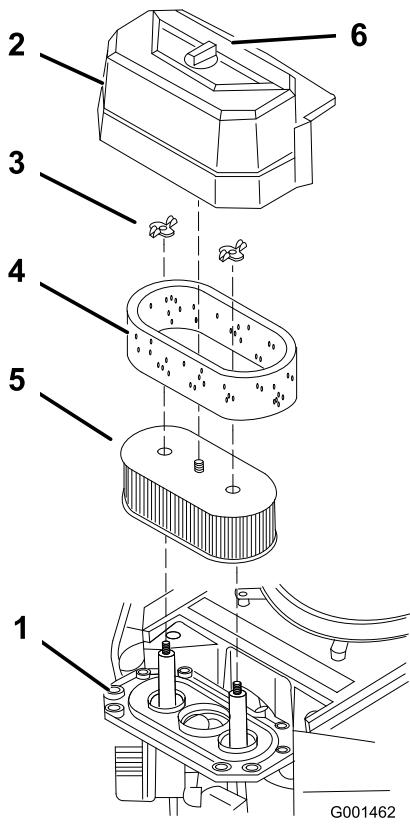

Bild 32
3. Reinigen Sie den Bereich um den Luftfilter herum, um zu verhindern, dass Schmutz in den Motor fällt und Schäden verursacht (Bild 32).
4. Schrauben Sie das Handrad los und entfernen Sie die Luftfilterabdeckung (Bild 32).
5. Nehmen Sie die zwei Flügelmuttern und dann den Luftfilter ab (Bild 32).
6. Ziehen Sie den Schaumeinsatz vorsichtig vom Papiereinsatz (Bild 32).
1. Schieben Sie den Schaumeinsatz vorsichtig auf den Papierluftfiltereinsatz (Bild 32).
2. Schieben Sie den Luftfilter auf das Luftfilterunterteil und befestigen Sie ihn mit den 2 Flügelmuttern (Bild 32).
3. Setzen Sie die Abdeckung des Luftfilters auf und ziehen Sie das Abdeckhandrad fest (Bild 32).